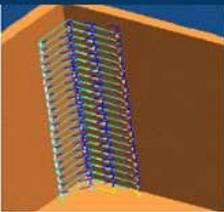
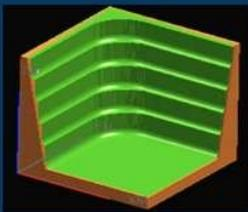
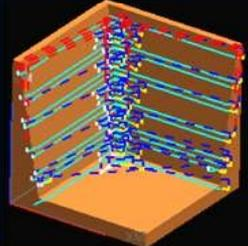

图1—加工拐角
图2—上一个操作中的IPW
图3—仅使用IPW
①首先系统在定义了零件几何体后, 自动地、默认地就会在零件的最高点和最低点之间形成一个切削深度的总范围如(如下图 1) 所示。如果还定义了毛坯几何体时,(如下图 2) 是定义了一个大于零件的毛坯体、(如下图 3) 是定义了一个小于部件的毛坯体。就以毛坯和零件几何体中二者最高者形成切削深度范围。
▲ 可以看到默认的切削层状况为（下图 1 所示），由于我们仅需要加工如（下图 2）所示的区域，其它区域并不想加工、或者说凹腔区域我想单独用一把较短的刀具进行加工。但是系统默认的形成最高点和最低点之间的切削深度范围，系统在运算时是考虑这些范围的，但是为了减少系统资源和提高运算速度。所以就没有必要计算这些不加工的范围了。所以为达此目的，我们可以删除一些没必要的范围和切削层。先按默认的生成刀轨如（下图 3）所示：以加以对比。
- 当您希望在拐角处加工上一个刀具未达到的剩余材料时，可是使用“参考刀具”，如下图1所示。
- 使用带有 IPW 的参考刀具清理角，如图2、图3、图4所示：
▲，创建型腔铣粗加工操作：使用 WORKPIECE、UGD20 的刀具进入型腔铣对话框——先定义切削层位置如（下图 1）所示、此后再定义：每刀公共深度为 距离 3、 跟随周边、直径百分比 70.00——再进入切削参数对话框定义如下参数： 岛清根、刀路方向 向外；—— 完成后生成刀轨：出现报警信息对话框如（下图 2 所示）是什么原因出现报警呢？之后讲解——先不用管报警，直接点击  出现报警信息列表如（下图 3）并同时生成刀轨如（下图 4）所示。进一步做实体的模拟仿真，你会发现刀具是采用螺旋下刀，速度比较慢。
▲，复制这个操作，在切削参数对话框中空间范围选项卡下——→选择   确定完成——→修改切削层深度为：距离  ——→生成刀轨并做实体模拟仿真其结果为：下（图 2）、（图 3）做一下对比，发现 IPW 充分考虑到上一个操作忽略掉的区域，而不像参考刀那样一刀扎下去。